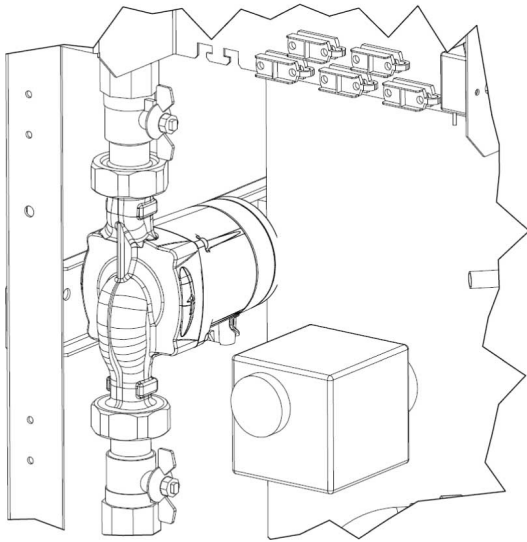

Abb. 1.4: Einschraubheizkörper fertig montiert
- 4) Den Einschraubheizkörper CEHK montieren. Beim Einführen der Heizung durch die Muffe sind die Heizrohre mit der Hand etwas zusammenzudrücken (siehe Abb. 1.4 auf S. 4).